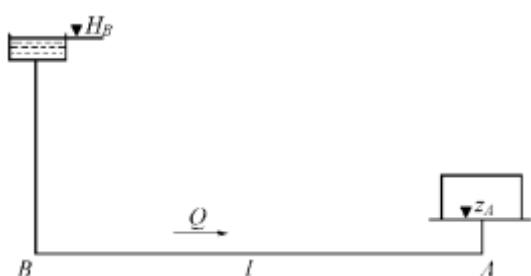

Рис. 2
3. Определить диаметр трубопровода для подачи 15 л/с воды от водонапорной башни B до предприятия A (рис. 2) при длине трубопровода $l = 1000$ м, отметке уровня воды в башне $H_B = 32$ м, геодезической отметке в конце трубопровода $z_A = 2$ м и свободном напоре $H_{ce} \geq 12$ м, если трубы:
Перепад уровней в пьезометрах до сужения ($D_1 = 0,1 \text{ м}$) и в узкой горловине ($D_2 = 0,05 \text{ м}$) в трубе круглого сечения, в которой установлен водомер Вентури, составляет $0,4 \text{ м}$. Ускорение свободного падения принять равным $10 \text{ м}/\text{с}^2$, $\pi = 3,14$. При входе в узкую горловину водомера, приведенного на рис. 2,
Перепад уровней в пьезометрах до сужения ($D_1 = 0,1 \text{ м}$) и в узкой горловине ($D_2 = 0,05 \text{ м}$) в трубе круглого сечения, в которой установлен водомер Вентури, составляет $0,4 \text{ м}$. Ускорение свободного падения принять равным $10 \text{ м}/\text{с}^2$, $\pi = 3,14$. На рис. 2 постепенное расширение называется...